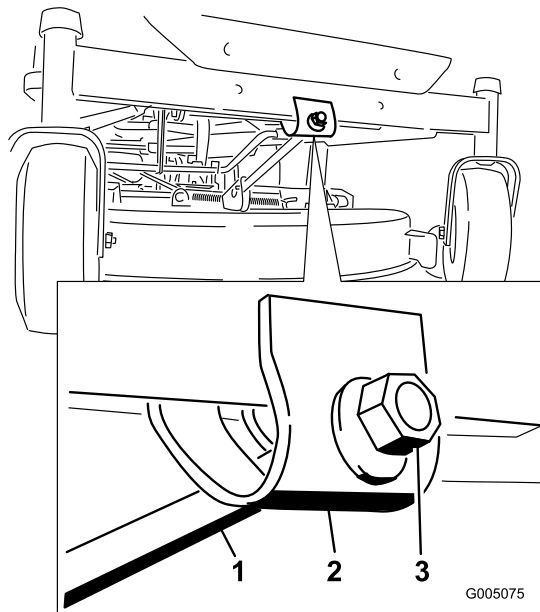

Figura 42
7. Para ajustar la inclinación longitudinal, gire la tuerca de ajuste de la parte delantera del cortacésped (Figura 42).